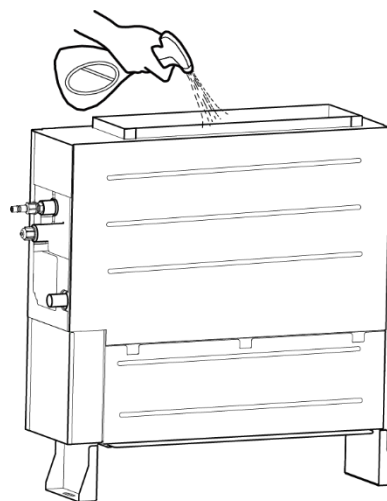

Fig. 4.3.10
- 2) Rocíe 1 l de agua sobre el evaporador con un pulverizador; véase la fig. 4.3.10.